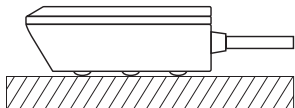

Рис. 4. Установка датчика на полу.
- Установка датчика на полу контактными пластинами вниз (см. рис. 4). Провод свободно лежит на полу. Точечные выступы на корпусе датчика не позволяют контактными пластинам касаться пола, что предотвращает ложное срабатывание датчика.